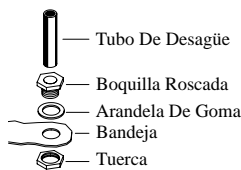

Fig. 5
- **Instale el montaje de desagüe.** Pase la boquilla por el agujero de la bandeja, colocando la arandela de goma entre la bandeja y la cabeza de la boquilla (véase fig. 5). Coloque la tuerca en la boquilla y atorníllela hasta que quede apretada contra la parte inferior de la bandeja. Inserte el tubo de desagüe en la boquilla para retener el agua. El tubo de desagüe se puede quitar para desaguar el agua de la bandeja cuando sea necesario. Se puede conectar una manguera de jardín a la boquilla para desaguar el agua hacia otra parte.